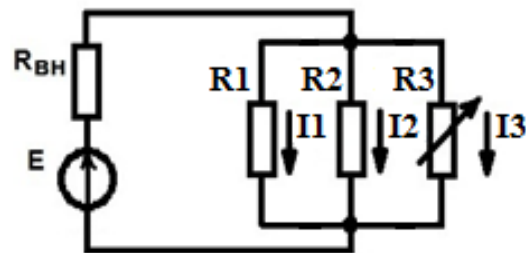

Рис. 1.40. Схема к контрольному вопросу 4
4. Как изменятся токи  $I1$  и  $I2$ , если сопротивление  $R3$  уменьшится (рис. 1.40)?